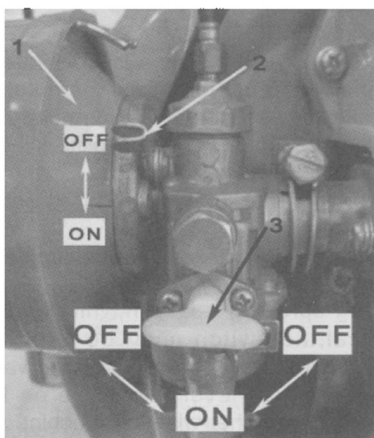

Figura 8:
- a. Ligue a torneira de combustível, consulte a Figura 8.